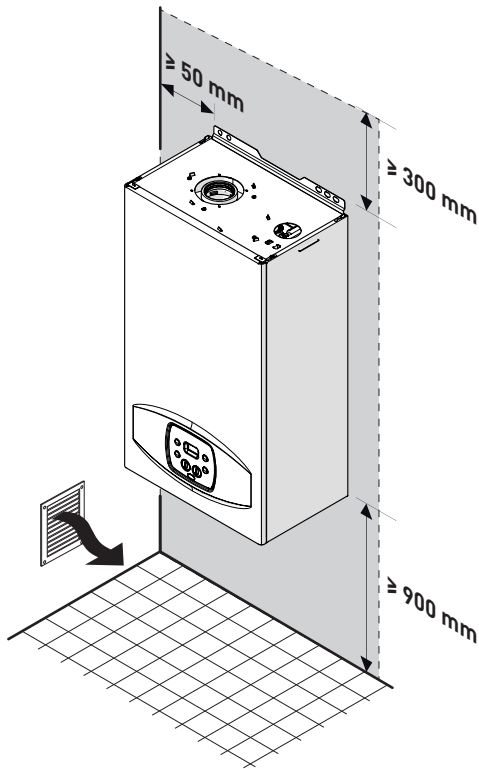

Fig. 20
- Ter em consideração os espaços necessários para aceder aos dispositivos de segurança/regulação e para efetuar as operações de manutenção (ver Fig. 20).